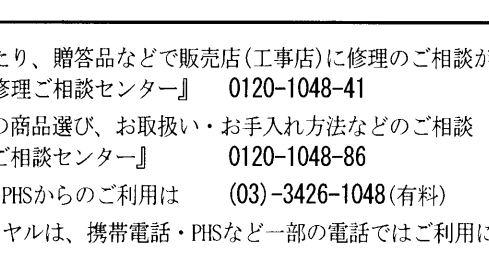

図4
(2) システムユニットのはずしかた
- ① 可動ピンを矢印方向に移動させ、ツメを角穴からはずし、ゆっくり引き下げてください。(図4)
- ② 取りはずし時に、システムユニットがランプに引っ掛かることがあります。その位置で引っ掛け部を取付穴からはずしてシステムユニットを取りはずしてください。